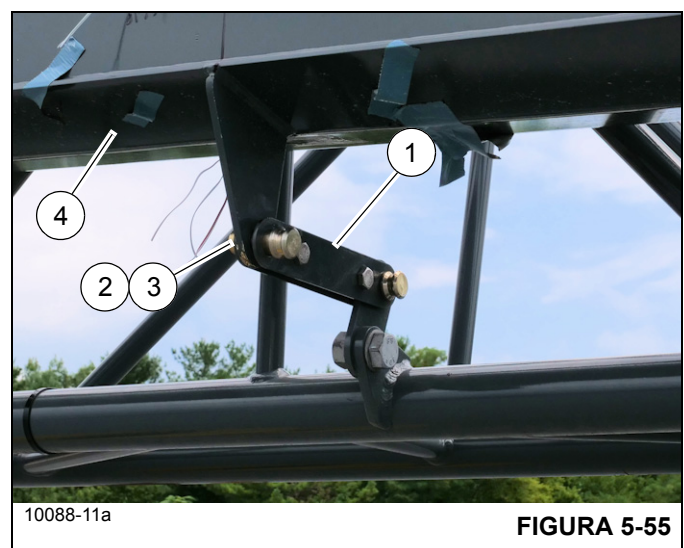

FIGURA 5-55
- Asegúrese de que el eslabón conector (1, Figura 5-55) esté en su sitio y que conecte la sección de extremo con la sección de base de la extensión de la pluma.
4. Desprenda la sección de extremo de la sección de base de la extensión de la pluma retirando la pinza de retención (2, Figura 5-55) y el pasador (3) que aseguran el eslabón conector (1) a la sección de extremo de la extensión de la pluma (4).